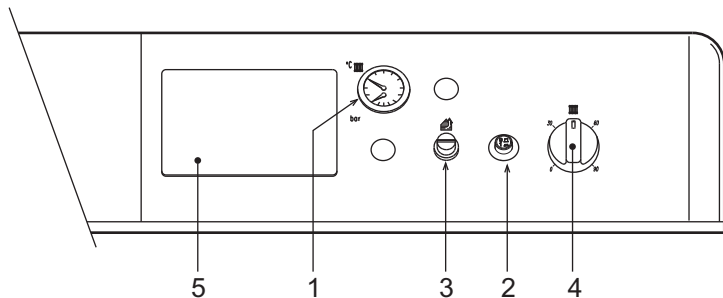

рис. 1 - Панель управления
- Установить кнопку включения "2" (рис. 1) в положение OFF (Выкл).
- Поместите термостат регулировки котла (поз. 4 - рис. 1) на минимальное значение.
- Поместите термостат регулировки котла (поз. 4 - рис. 1) на требуемое температурное значение (не менее 50°).
Если повернуть термостат регулировки котла 4 (рис. 1) по часовой стрелке, температура воды в системе отопления повышается, и наоборот, против часовой стрелки - уменьшается. Температуру воды в системе отопления можно регулировать в пределах от 30° до 90°. Однако не рекомендуется эксплуатировать котел при температуре ниже 45°.
Задайте с помощью комнатного термостата нужную температуру внутри помещения. По команде от комнатного термостата котел нагревает воду в системе отопления до температуры, заданной с помощью термостата регулировки котла 4 (рис. 1). При достижении в помещении желаемой температуры котел выключается.
При заполнении холодной системы отопления, давление воды, контролируемое по показанию установленного на котле термогигрометра (поз. 1 - рис. 1), должна составлять примерно 1,0 бар. Если во время работы давление воды в системе упало (из-за испарения растворенных в воде газов) до величин ниже вышеуказанного минимума, пользователь должен открыть кран подачи воды и довести давление до первоначального значения. По окончании операции всегда закрывайте кран подачи воды.
<p>Блокировка котла вследствие недостаточного удаления продуктов сгорания</p>	<p>Откройте крышку термостата дымовых газов (поз. 3 - рис. 1) и нажмите на кнопку под ним. В случае повторяющихся блокировок котла обратитесь в ближайший сервисный центр</p>